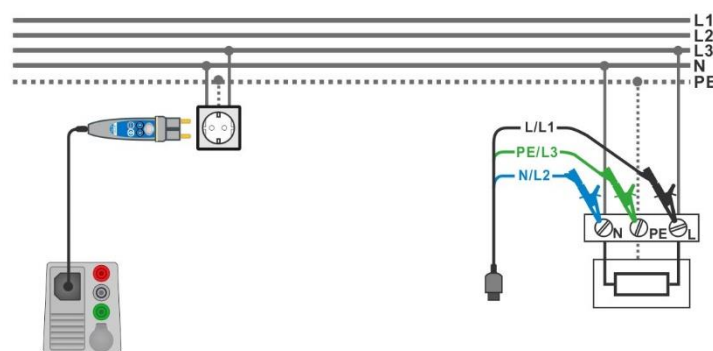

Abbildung 7.40: Anschluss des Commander-Prüfsteckers und der 3-Draht Prüfleitung
- Schließen Sie die 3-Draht Prüfleitung oder den Commander Prüfstecker am Prüfling an, siehe **Abbildung 7.40**.